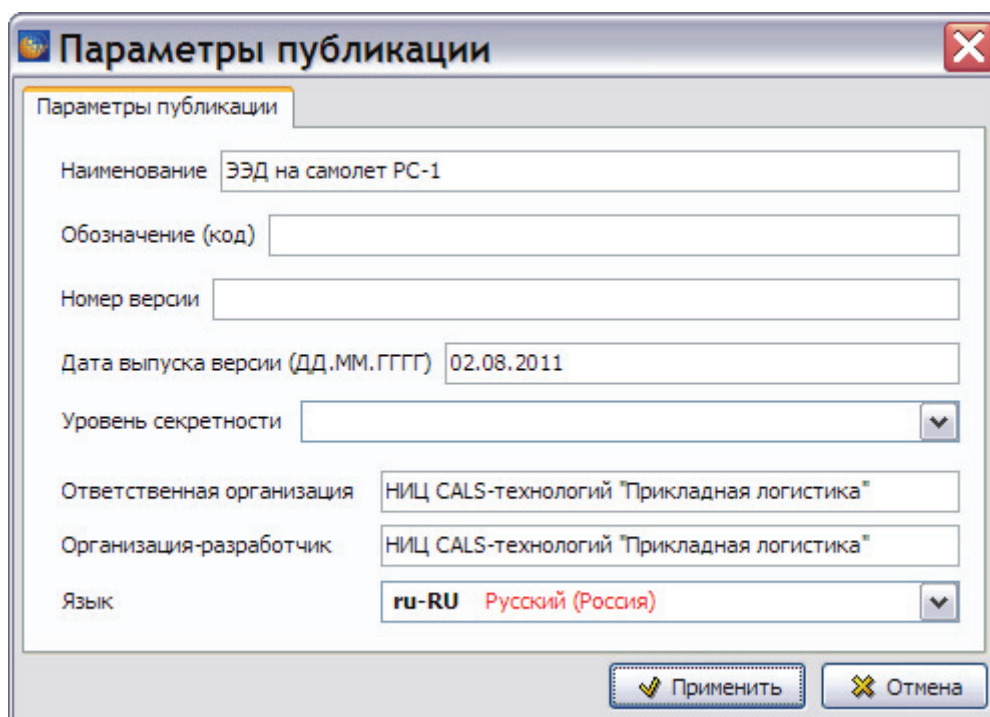

Рис. 3.130
2. В меню **Публикация** выберите команду **Редактировать**. После этого откроется окно **Параметры публикации** (Рис. 3.130).